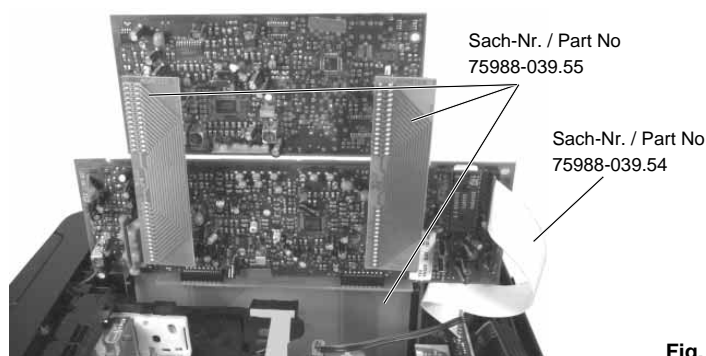

Fig. 13
- Sandwich-S-VHS-Platte auseinanderziehen und kleine Adapterkarten (Fig. 13) kontaktieren.
- Die S-VHS-Platte so wie in Fig. 13 gezeigt auf Adapterkarte stecken und Verbindung (Sach-Nr. 75988-039.54) zur IO-Platte herstellen.
- Pull the Sandwich S-VHS Board apart and connect the small Adapter Cards (Fig. 13).
- Insert the S-VHS Board into the Adapter Card as shown in Fig. 13 and reestablish the connection (part no. 75988-039.54) to the IO-Board.